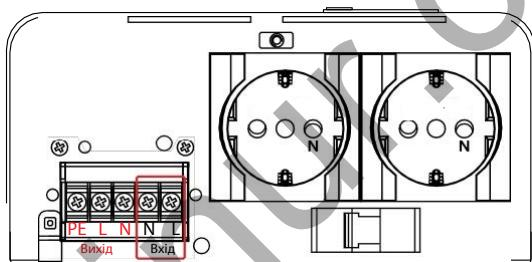

Рисунок 15. Стабілізатори LP IS2500, IS3000 і IS3500. Виводи "Вихід N-L"
- Переконавшись у відсутності напруги на вихіді стабілізатора, підключити навантаження. Підключення навантаження здійснюється у моделей IS350, IS550, IS800, IS1000, IS1500 і IS2000 до розетки, у моделей IS2500, IS3000 і IS3500 до розеток і до виводів "Вихід N-L" (**рисунок 15**). Рекомендованій переріз кабелю для підключення навантаження до виводів "Вихід N-L" - 2,5 мм².